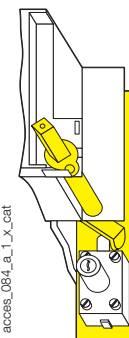

Bild 2
- durch RONIS-Schloss EL11AP bei Frontdirektantrieb (Bild 2),